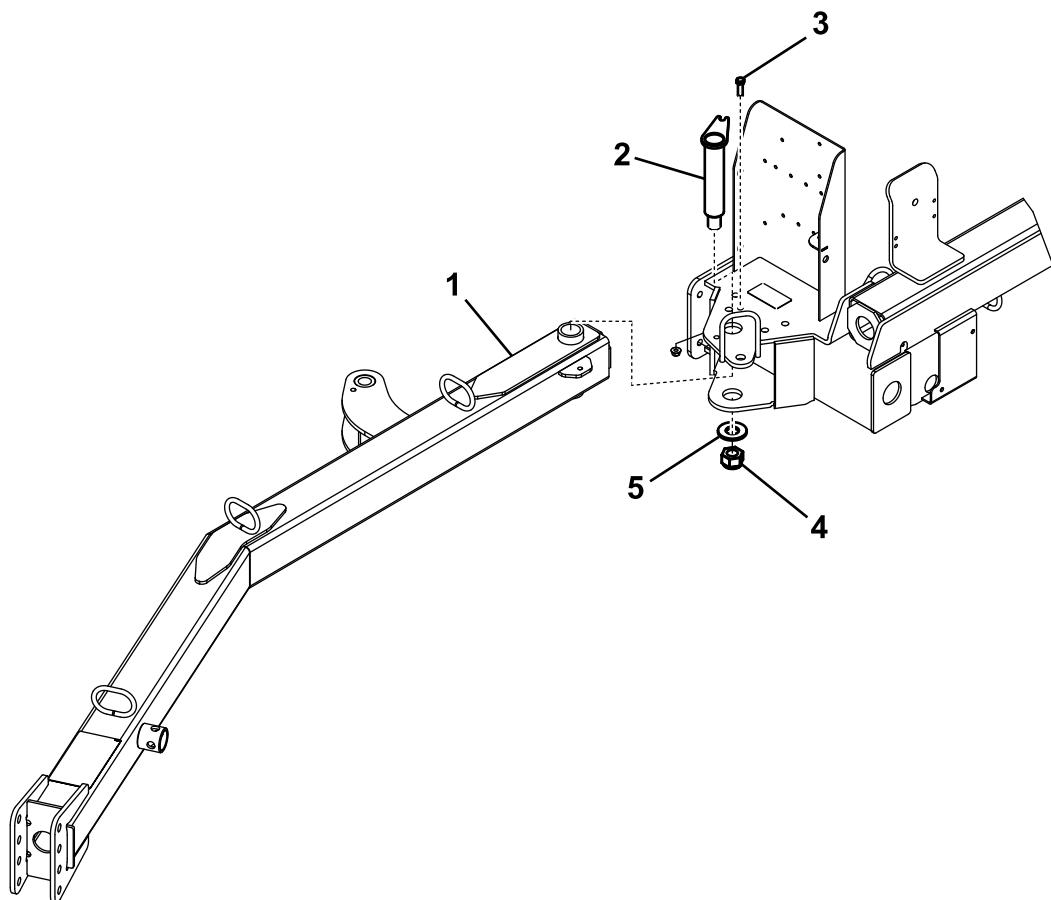

Figura 3
- Introduzca el extremo trasero de la barra de tracción entre las placas de montaje de la máquina, alineando los taladros de montaje (Figura 3).
- Introduzca el pasador de enganche por las chapas de montaje y la barra de tracción (Figura 3).
- Sujete la parte superior del pasador del enganche a la placa de montaje con un perno ($\frac{3}{8}$ " x $1\frac{1}{4}$ ") y una contratuerca ($\frac{3}{8}"), como se muestra en la Figura 3.$
- Sujete la parte inferior del pasador de enganche con una arandela grande y una tuerca grande (Figura 3).